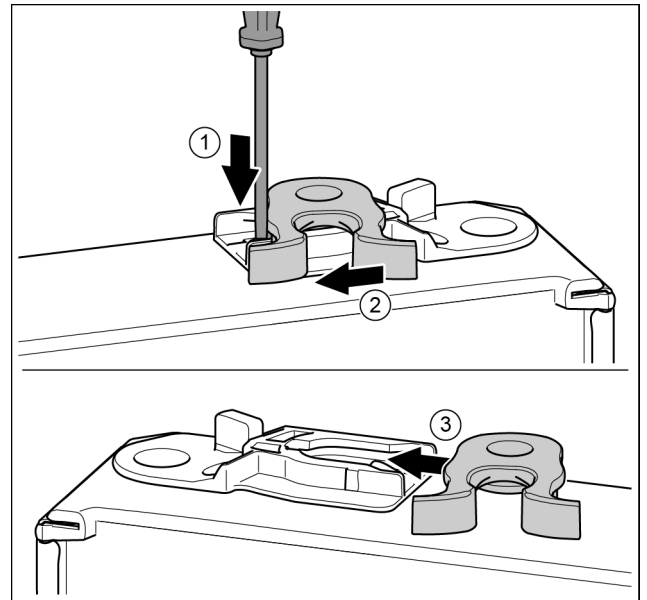

Fig. 18 \*
- ▶ 用带槽螺丝刀向下按住接片。 Fig. 18 (1)\*
- ▶ 将锁钩从导向装置拉出。 Fig. 18 (2)\*
- ▶ 将另一侧的锁钩推入导向装置。 Fig. 18 (3)\*